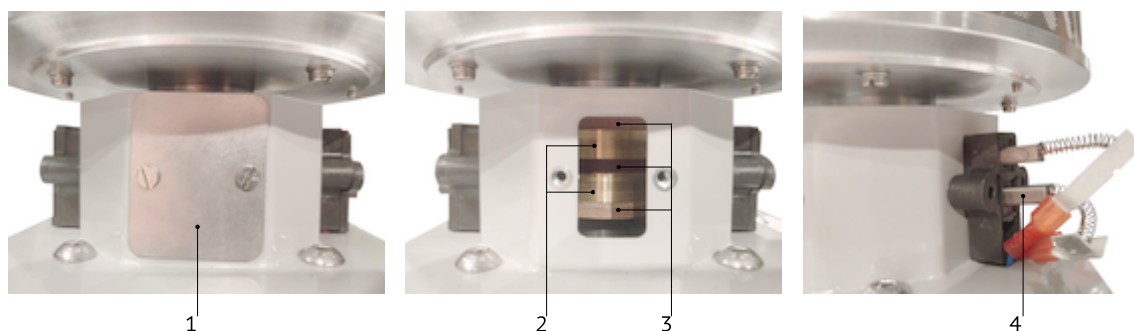

Рисунок 6
10. Снимите крышку (1), чтобы получить доступ к токосъёмным кольцам (2) и изоляторам (3), см. Рис. 6.